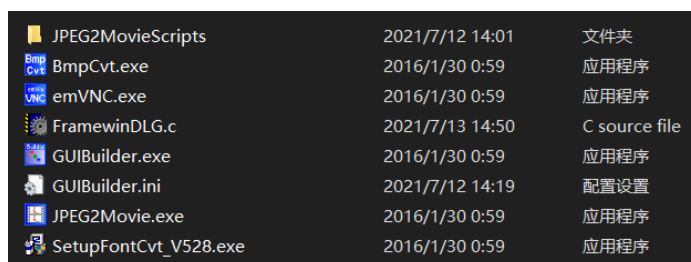

图 5.1 STemwin 文件路径
- 1) 软件路径: 阿波罗 STM32F429 资料盘(A 盘)→8, STM32 参考资料→1, STM32CubeF4 固件包→en.stm32cubef4.zip, 解压后变成 STM32Cube_FW_F4_V1.11.0, 在目录下找到 Middlewares→ST→STemWin→Software, 如图 5.1 所示。